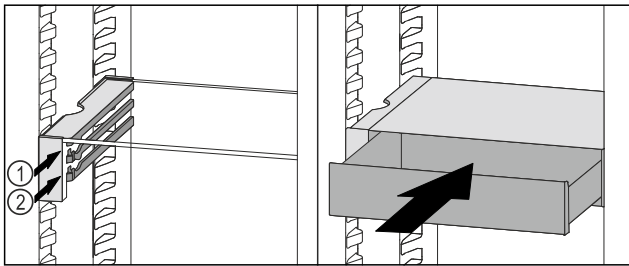

Fig. 174
- VarioSafe-Schubfach hinter den Stoppern auf gewünschter Rippe Fig. 174 (1) oder Fig. 174 (2) aufsetzen.